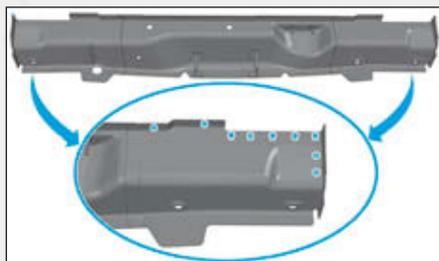

FIG.205
- Dépointer les points de soudures de doublure de panneau arrière (Fig.205).